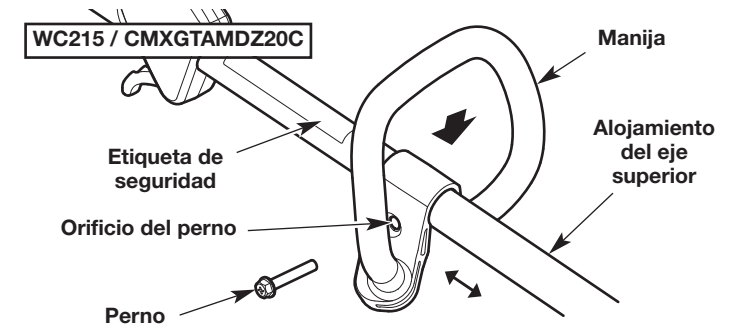
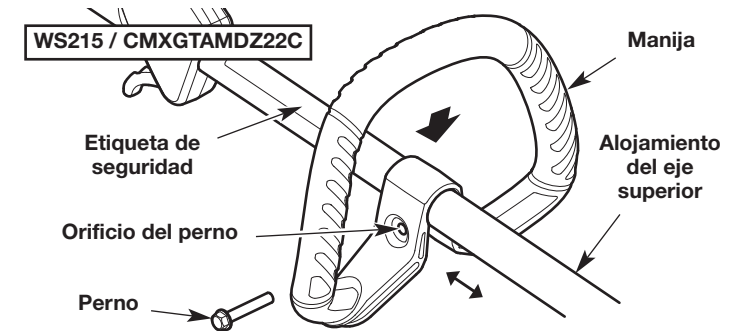

Fig. 8
Fig. 9
1. Oprima la manija hacia abajo sobre el alojamiento del eje superior (Fig. 8 or Fig. 9). Asegúrese de que el orificio del perno mire hacia la derecha (Fig. 8 or Fig. 9).
2. Inserte el perno en el orificio del perno y oprímalo para que pase a través de él (Fig. 8 or Fig. 9). Ajuste el perno con un destornillador de cabeza plana, pero no lo ajuste completamente.
3. Mantenga la unidad en la posición de funcionamiento (Fig. 13). Mueva la manija hacia arriba o abajo del alojamiento del eje superior hasta que esté en una posición cómoda (Fig. 8 or Fig. 9). Compruebe que la manija esté ubicada más allá del extremo de la etiqueta de seguridad (Fig. 8 or Fig. 9).
1. Afloje el perno con un destornillador de cabeza plana (Fig. 8 or Fig. 9).
2. Mantenga la unidad en la posición de funcionamiento (Fig. 13). Mueva la manija hacia arriba o abajo del alojamiento del eje superior hasta que esté en una posición cómoda (Fig. 8 or Fig. 9). Compruebe que la manija esté ubicada más allá del extremo de la etiqueta de seguridad (Fig. 8 or Fig. 9).